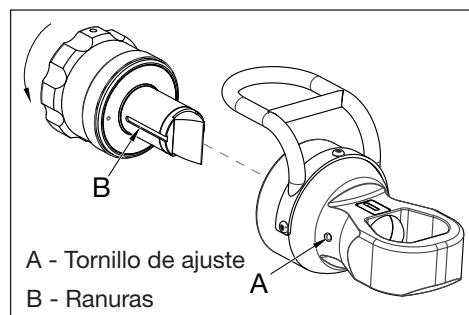

Figura 2: Montaje del cilindro y el cabezal de corte
2. Afloje el tornillo de ajuste (Figura 2, pieza A) situado en el cuerpo del cabezal de corte.
3. Inserte el cilindro en el cabezal, alineando la ranura axial del portacuchillas (Figura 2, pieza B) con el tornillo de ajuste (Figura 2, pieza A) en el orificio del cabezal de corte. Una vez alineado, gire el cilindro en la dirección indicada para engranar las roscas del tornillo.
3. Si está apretado, afloje el tornillo de ajuste situado en el tambor del cabezal de corte. Véase la Figura 2, pieza A.
3. Si está apretado, afloje el tornillo de ajuste situado en la parte del tambor del cabezal de corte. Véase la Figura 2, pieza A.